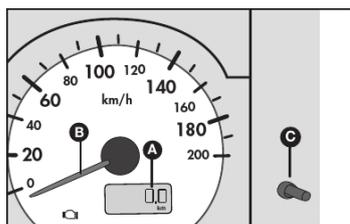

fig. 22
**VELOCÍMETRO E HODÔMETRO - fig. 22**